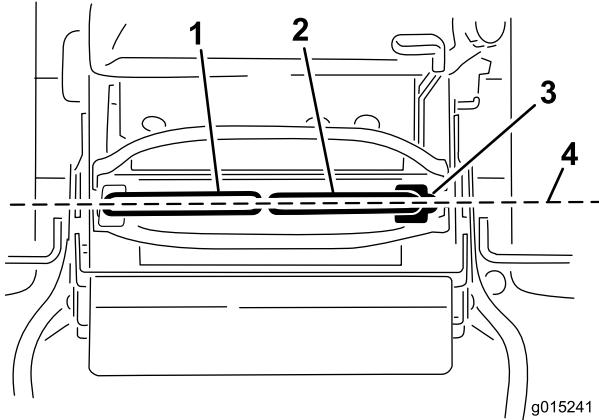

Figure 19
Important: Vérifiez que l'alignement de la machine est correct après avoir réglé les leviers de commande de déplacement. La procédure est identique pour régler l'alignement et aligner les leviers de commande de déplacement longitudinalement (Figure 19).
- Une fois l'alignement horizontal effectué, vérifiez l'alignement avant/arrière (Figure 19).